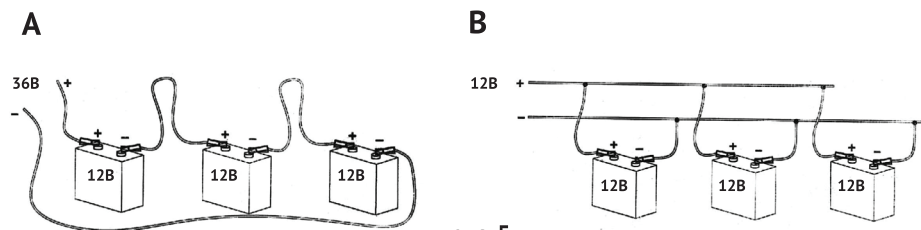

рис. 5
7.3.6 При зарядке нескольких аккумуляторов может использоваться последовательный поз. **A** (рис. 5) или параллельный способ **B** (рис. 5).